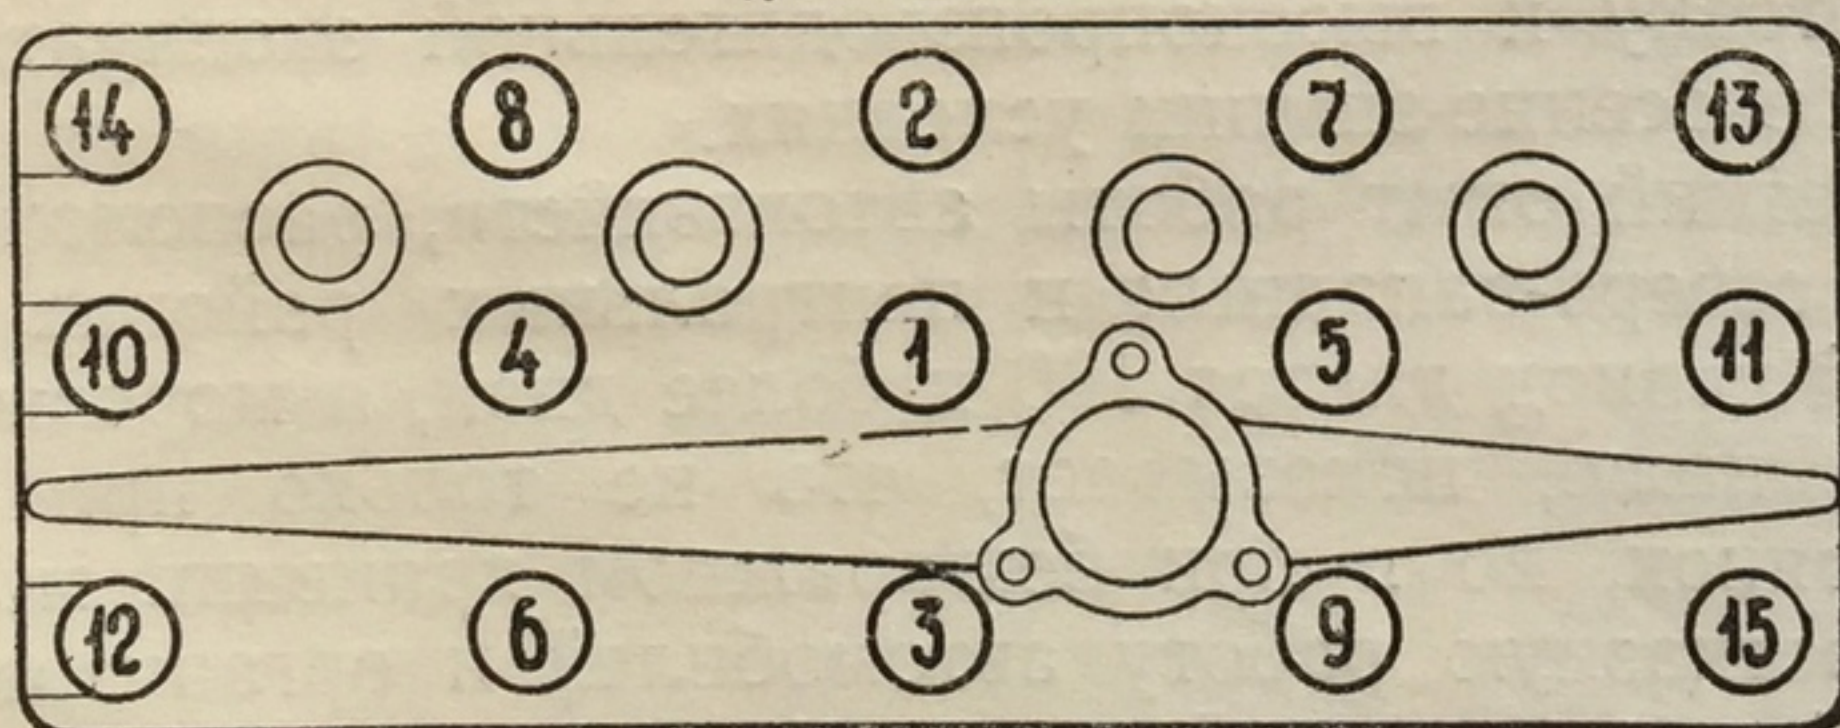

Рис. 106. Порядок подтягивания гаек крепления головки блока цилиндров
- подтяжку гаек крепления, головки блока цилиндров (рис. 106)1, гаек крепления впускного и выпускного коллекторов;